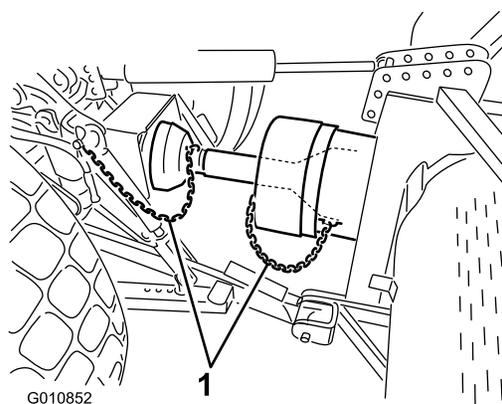

Figura 21
6. Collegate le catene di sicurezza alla protezione della presa di forza e alla staffa dell'unità motrice (Figura 21). Le catene devono rimanere lente quando l'arieggiatore è sollevato o abbassato.